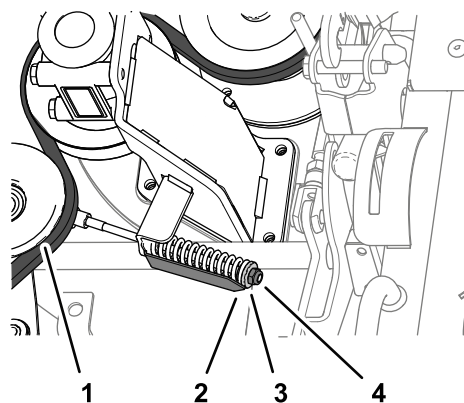

Figura 133
4. Allentate il controdado del tendicinghia sinché non riuscite a far scivolare la cinghia fuori dalla puleggia tendicinghia (Figura 133).
2. Serrate il controdado, fino a quando la freccia dell'indicatore della tensione non si allinea con la superficie esterna della rondella (Figura 133).